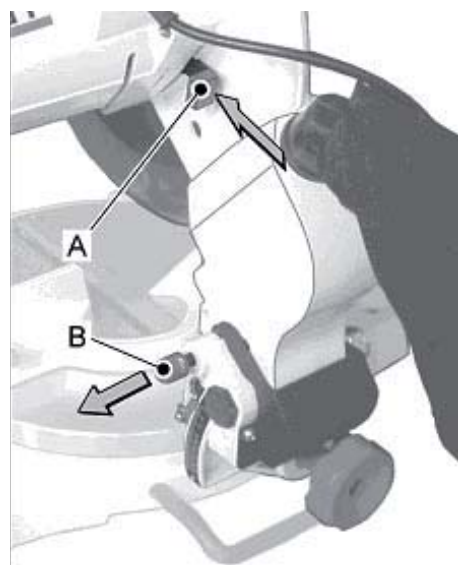

Рис. 6
- Снимите пильный диск и замените его (В, Рис. 6), причем зубья должны быть направлены по направлению стрелки на защитном кожухе.